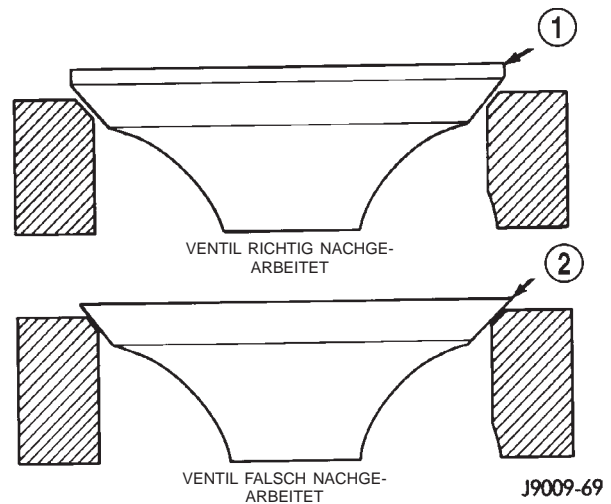

Abb. 80 Ventilsitzrand nach dem Nacharbeiten
(1) Ein- und Auslaßventile mit einer speziellen Ventildrehmaschine auf den vorgeschriebenen Winkel nacharbeiten.
(2) Die Ventilsitzbreite muß nach dem Nacharbeiten mindestens 0,787 mm (0,031 Zoll) betragen (Abb. 80). Ist der Ventilsitz schmaler als 0,787 mm (0,031 Zoll), so muß das Ventil ausgetauscht werden.